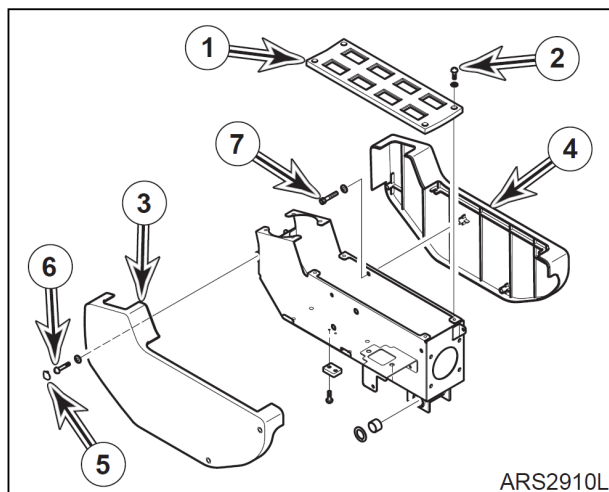

Рис. 42
8. Установить три винта, один болт с шайбами (7, рис. 42) и кожух (4).
9. Установить два винта, два болта с шайбами (6, рис. 42) и кожух (3). Прижать крышку (5) к кожуху (3).
10. Установите четыре болта с шайбами (2, рис. 42) и крышку (1).